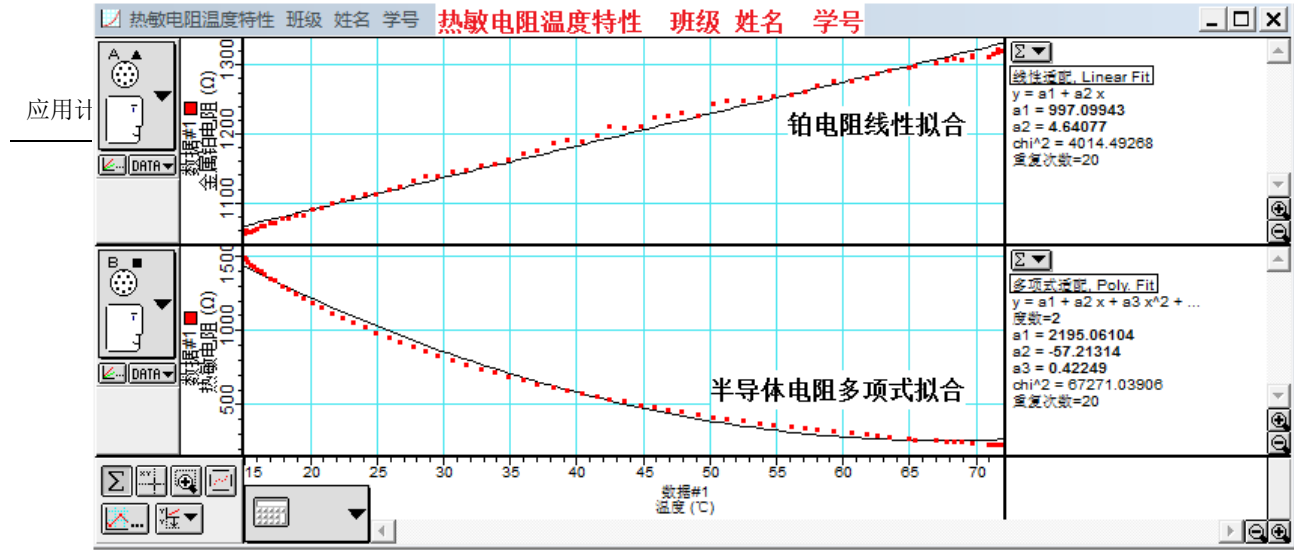

图42-13 打印图表
- 回复纵坐标轴双显铂电阻及半导体热敏电阻如图 42-13 所示（屏幕要最大化）；